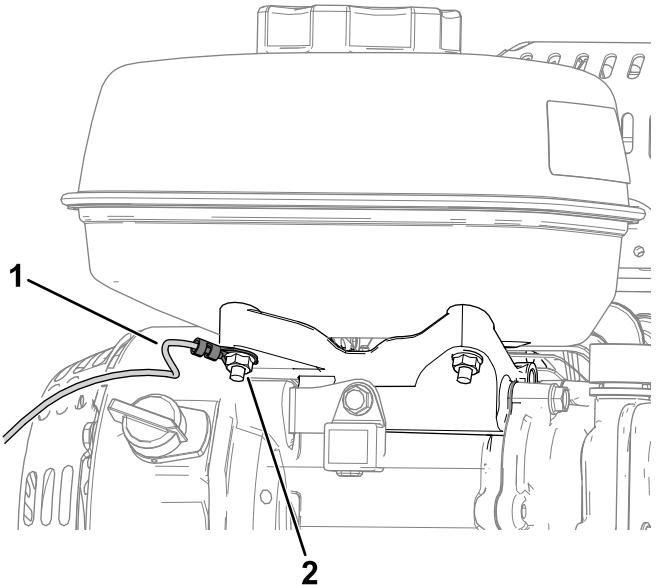

Figura 3
- Ligue o fio de massa (anel terminal) ao motor com uma porca existente sob o depósito de combustível (Figura 3).